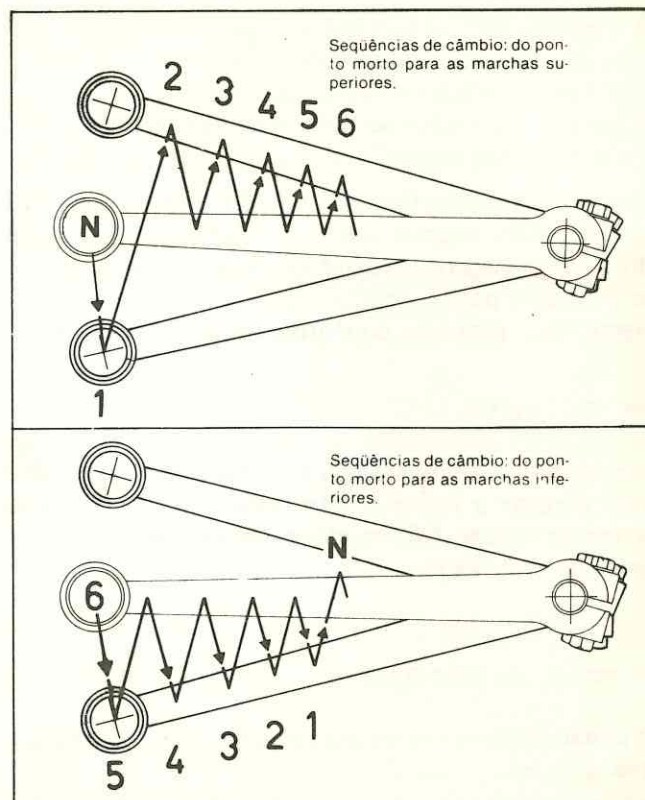

FIG. 6 - COMANDO DE CÂMBIO
A posição de "ponto morto" (N) (fig. 6), se situa entre a primeira e a segunda marcha. Da posição de "ponto morto", acionando o pedal para baixo se engata a primeira marcha.